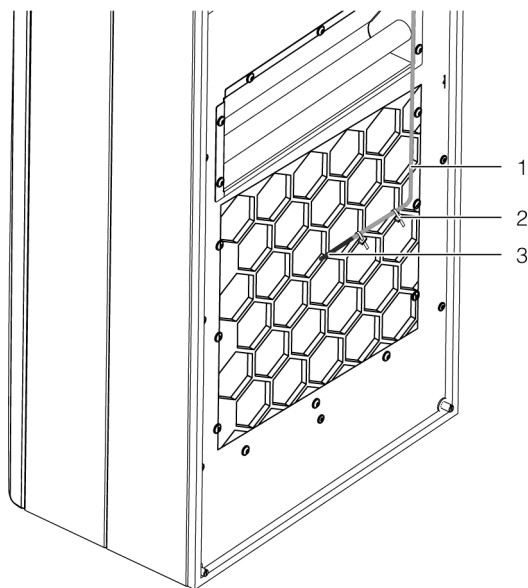

Imagen 23: Sensor térmico delante de la salida de aire frío (imagen de ejemplo)
- Sitúe el sensor térmico en el centro de la salida de aire frío del refrigerador (imagen 23).